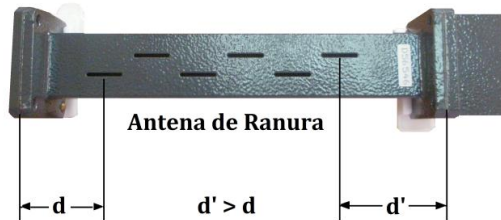

Figura 10.10 Montaje de una antena de ranura.
J. Reemplacé la antena receptora por la antena ranurada, observe su configuración a lo largo de la guía de ondas. La distancia entre la parte final de la guía de ondas y la primera ranura es más corta en uno de los extremos que en el otro. (ver Figura 10.10).